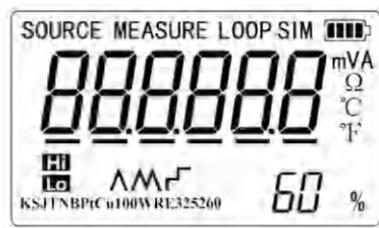

图10
3.1 请在开机时按住  键直到蜂鸣器发出“滴”声，调整界面如下图10所示。